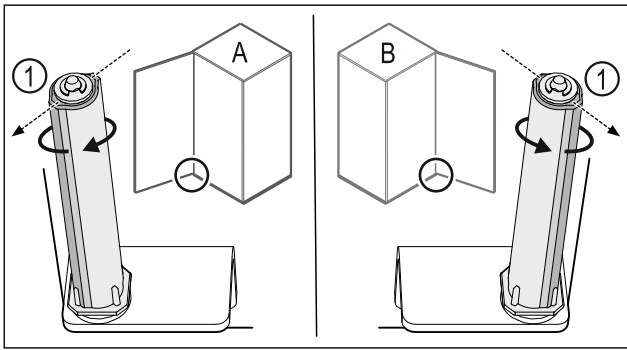

Fig. 44 Levý doraz (A) / pravý doraz (B)
- ▶ Otáčejte uzavíracím systémem proti odporu, dokud nebude lamela uzavíracího systému Fig. 44 (1) ukazovat směrem ven.